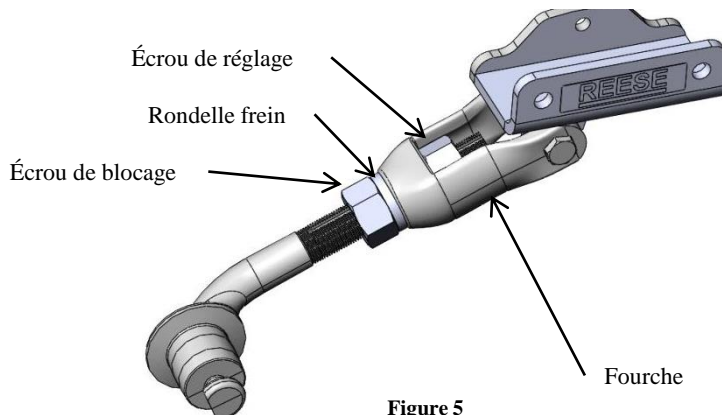
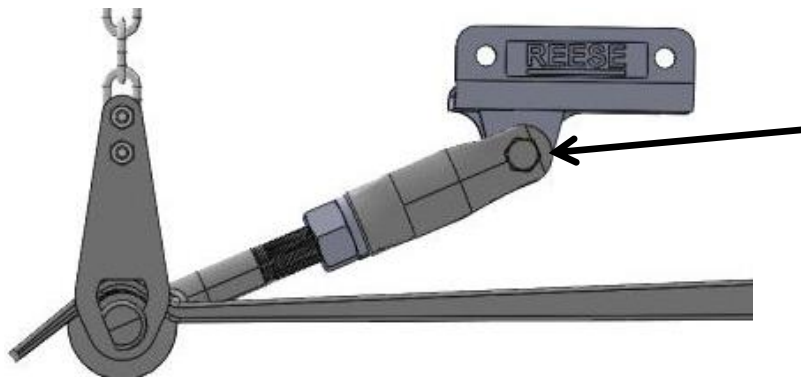

Figure 5
Figure 14
4. Positionner l'écrou de réglage et l'écrou de blocage aux positions les plus externes, comme illustré à la figure 5. Si le réglage est difficile à obtenir, puisqu'il faut serrer manuellement l'écrou de réglage, appliquer une petite quantité d'huile pénétrante légère (WD40 ou PB Blast) sur les filets du bras de came. Tourner l'écrou dans les deux sens pour que l'huile pénétrante s'infilte sur les filets jusqu'à ce que l'écrou de réglage bouge librement vers la position désirée.
Les mesures des figures 6, 6A, 7 et 7A sont à titre indicatif, un ajustement de la longueur du bras de came par l'écrou d'ajustement (Figure 5) peut s'avérer nécessaire après l'accrochage, dans les instructions à venir de ce manuel. Cequent Performance Products, Inc. n'est pas responsable des dommages résultant de la non observation d'une partie quelconque de ce manuel.
6. Vérifier que la came est correctement assise dans la détente de la barre stabilisatrice (figure 14). Si l'assemblage du bras de came ne s'assoit pas correctement dans la détente de la barre stabilisatrice, frapper l'extrémité du bras de came avec un maillet ou un marteau jusqu'à ce que l'assise avec la détente de la barre stabilisatrice corresponde à la figure 14.
2. Aller à chaque bras de came et vérifier que la came est parfaitement centrée dans la détente de la barre stabilisatrice. Ajuster la longueur des bras de came selon les instructions, il est important que le bras de came/la détente de la barre stabilisatrice se trouvent exactement tel qu'illustré à la figure 14.
3. Avant d'ajuster la longueur du bras de came, monter le vérin du timon de remorque et abaisser les supports à enclenchement rapide. Desserrer le contre-écrou (figure 5) et déplacer l'écrou d'ajustement (figure 5) jusqu'à ce que la came soit centrée dans la détente de la barre stabilisatrice (figure 14). Une fois les ajustements effectués, soulever les deux supports à enclenchement rapide et poser les agrafes de retenue ; abaisser le vérin du timon de remorque. Répéter l'étape 2 de cette section.